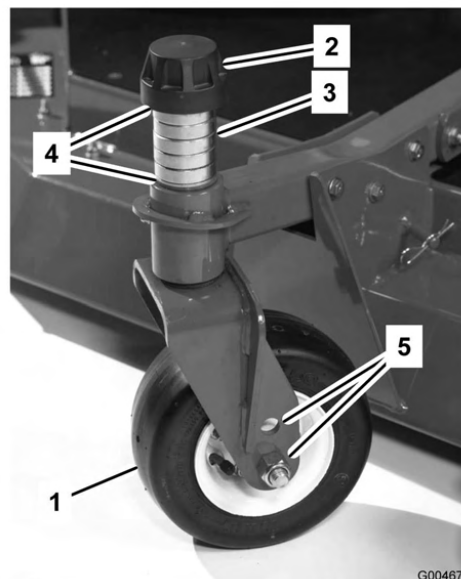

Figura 14
3. Togliete il cappuccio di tensione dall'asse del perno (Figura 14) ed estraete il perno dal braccio della ruota orientabile. Montate i due spessori (3 mm) sull'asse dei perni, come erano montati in origine. Questi spessori servono per ottenere un